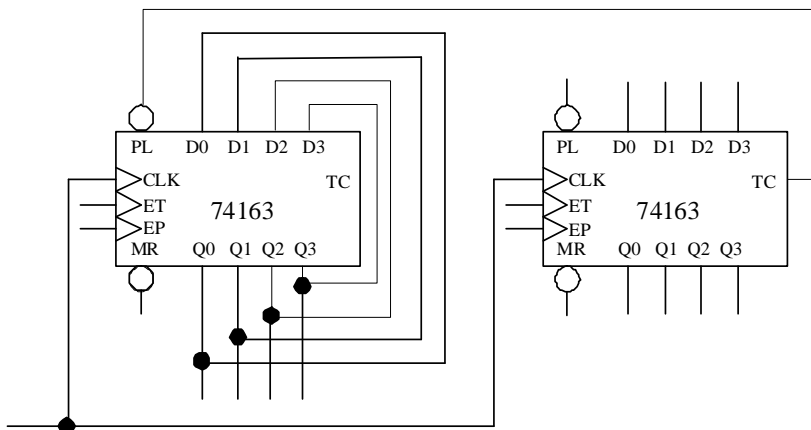

Figura 10.3 Cascadarea numărătoarelor sincrone 4163
Pentru extinderea domeniului de numărare se conectează circuitele în cascadă. Prin conectarea circuitelor 4163 ca în figura 10.3 se obține un numărător pe 8 biți care va număra de la 0 la 255. Pentru ca schema să funcționeze intrările de Enable T (ET) și Enable P (EP) trebuie să ia valoarea 1 logic.
5. Explicați de ce, în figura 10.3, nu s-au cascadat numărătoarele prin conectarea ieșirii TC a primului numărător la CLK-ul celui de-al doilea numărător. Ce problemă de temporizare ar fi apărut?